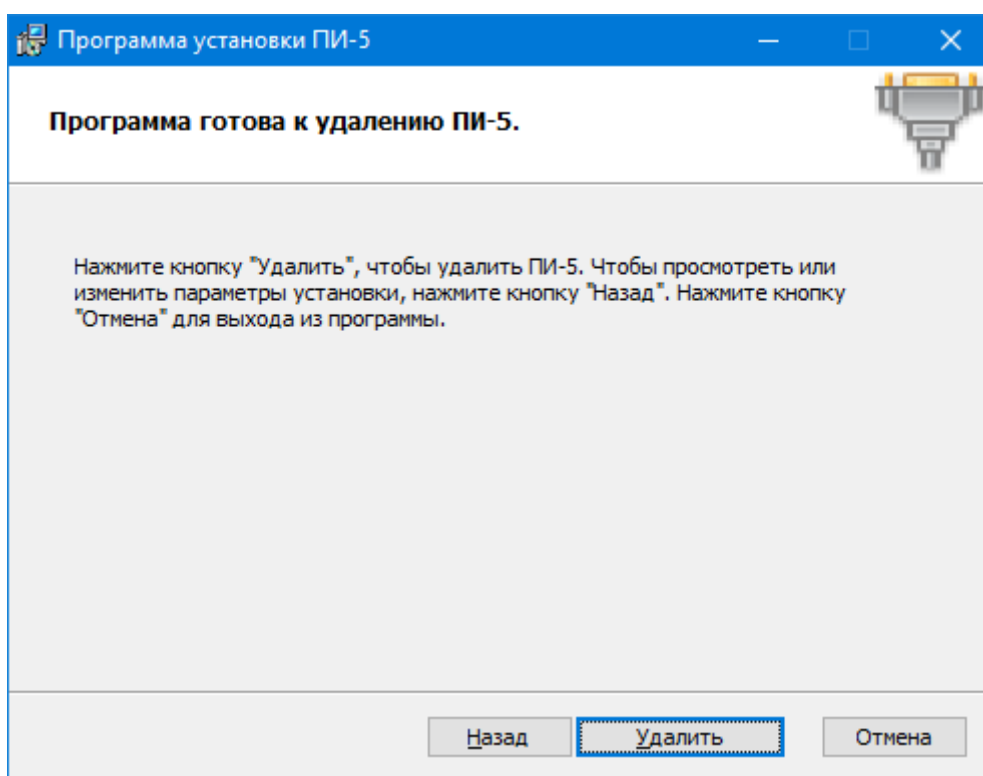

Рис. 2.11. Подтверждение удаления программы
3. Подтверждение указанных настроек (рис. 2.11). Нажатие кнопки «Удалить» выполняет непосредственное удаление программного комплекса с компьютера.